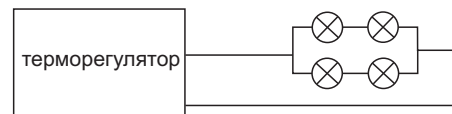

Рис. 2 — Нагрузка в виде двух групп двух последовательно соединенных ламп накаливания.
**2 СПОСОБ** заключается в использовании двух ТЭНов вместо ламп в качестве нагревательного элемента, которые соединены по схеме, представленной на рис. 2. Использовать можно и один ТЭН, однако при перегорании ТЭНа есть вероятность порчи яиц инкубатора, так как температура более ничем не будет поддерживаться. Использование двух ТЭНов, соединенных параллельно, увеличивает надежность инкубатора в целом и повышает вероятность получения запланированного вывода.